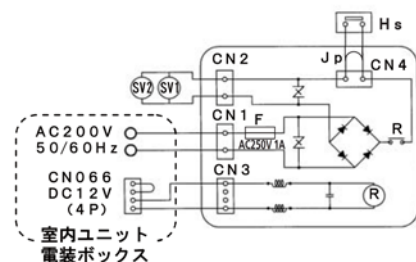

図 8
4. ヒューミディスタットを使用する場合は、加湿器の電気回路図を参考に加湿器電装ボックス内にあるジャンパー線（青色）を切断し、付属品の閉端接続子で接続してください。（図8）